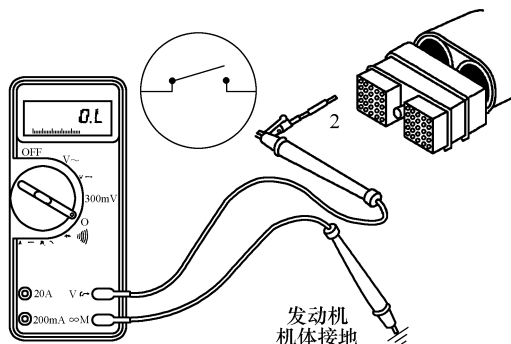

图 5-38 测量触针 2 与机体间的电阻
② 测量插头触针 2 与机体间的电阻，如图 5-38 所示，电路应为开路，电阻应大于 $100k\Omega$ 。如果电路不是开路，则离合器踏板位置开关电路存在对地短路，应维修或更换